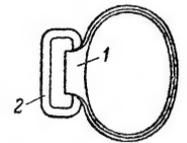

Рис. 51. Ложевое
51. Ложевое кольцо (рис. 51) служит для со-единения ложи, ствольной накладки, нижнего и верхнего кожухов со стволом. Оно имеет при-лив с отверстием, в котором помещается кольцо для винтовочного ремня.